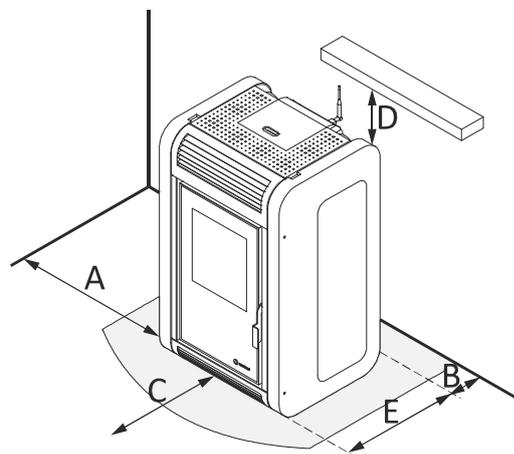

Figura 5
**4.20.** Verifichi gli spazi tra la stufa, il combustibile e qualunque tipo di materiale infiammabile, controlli nella *figura 5 e 6*.